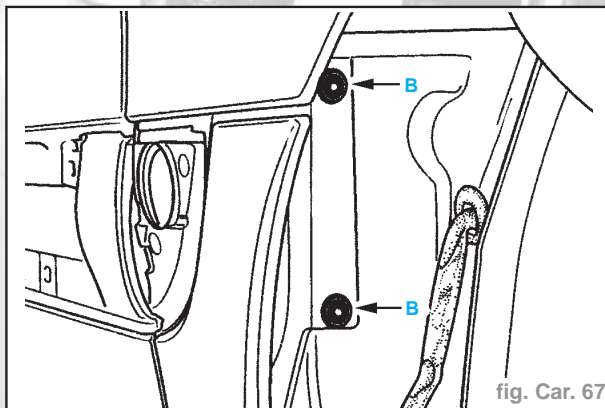

fig. Car. 67
- (B) Percer les 2 rivets de fixation du tendeur d'aile sur le pied avant (fig. Car. 67).